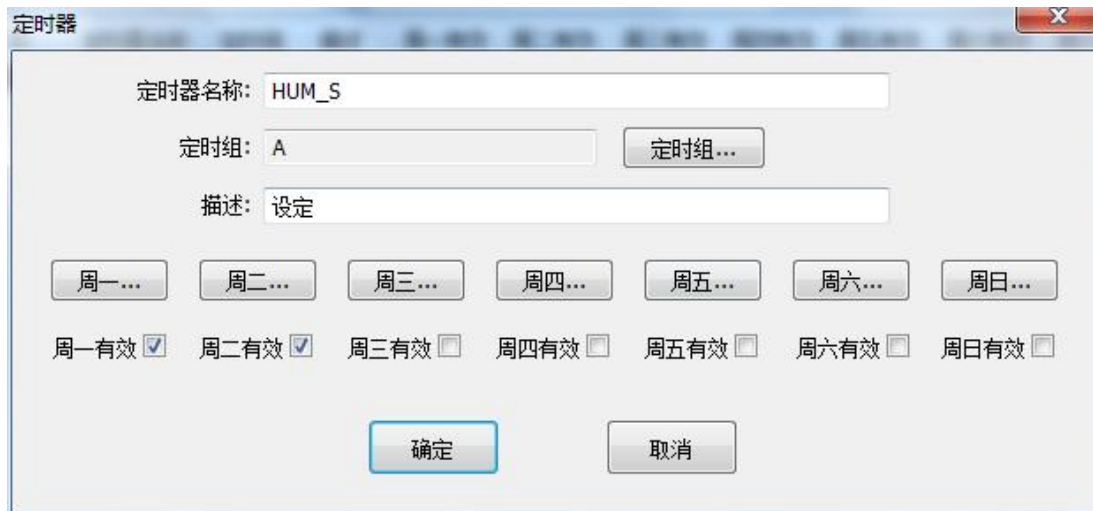

图 3-13-8 开启定时器设定
5) **周一~周日有效**：可单选或多选，勾选之后，定时器仅在勾选的时间执行。具体配置如图 3-13-8 所示。